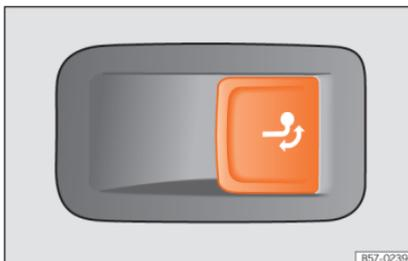

Fig. 219 No lado direito da bagageira: botão para desbloquear o gancho de reboque.
- Puxe o botão » » Fig. 219 de forma breve. O gancho de reboque desbloqueia-se eletricamente e roda-se automaticamente para fora. A luz de controlo do botão pisca.
- Puxe o botão » » Fig. 219 de forma breve. O gancho de reboque desbloqueia-se eletricamente.
- Se o aviso de controlo do botão » » Fig. 219 → pisca, significa que o gancho de reboque ainda não encaixou corretamente ou está danificado » » ⚠.
- Se a luz de controlo » » Fig. 219 → permanecer acesa com a porta da bagageira aberta, o gancho de reboque está corretamente encaixado, tanto quando está retirado como quando está oculto.
- Não pressione nunca o botão » » Fig. 219 quando tiver um reboque engatado ou estiver montado um porta-bagagens ou outros acessórios sobre o gancho de reboque.